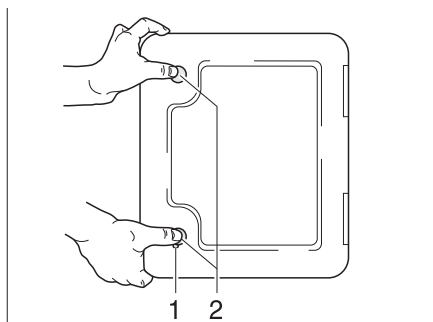

Fig. 33 Trampilla para el inodoro cassette
- Introducir la llave en el cilindro de cierre del cierre a presión (Fig. 33,1) y girarla un cuarto de vuelta.
- Presionar ambos cierres a presión (Fig. 33,2) al mismo tiempo con el pulgar y abrir la trampilla para el inodoro cassette.
- Introducir la llave en el cilindro de cierre (Fig. 33,1) y girarla un cuarto de vuelta.